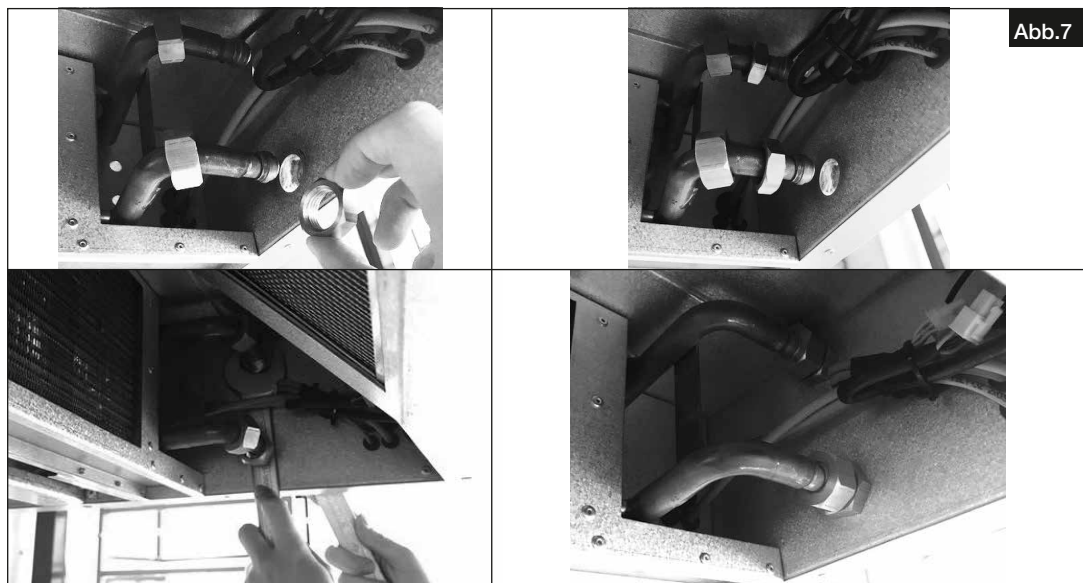

Abb.7
6. Vor- und Rücklauf des Heizregisters an die Rohrverschraubung anschließen, s. Abb.7 (Gegenanziehmethode verwenden, um Schäden zu vermeiden).